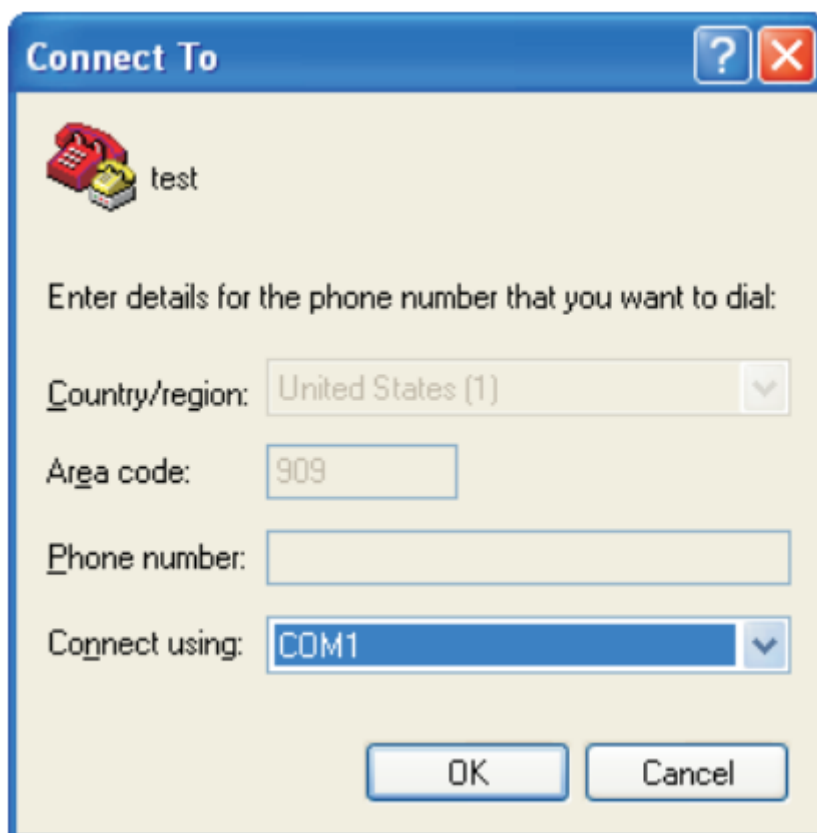

Abbildung 4. Fenster Connect To
4. Es öffnet sich das Fenster Connect To mit der Aufforderung, eine Verbindung herzustellen, wie in Abbildung 4 dargestellt ist. Auf den Pfeil für das Drop-down-Menü neben Connect Using klicken, um die verfügbaren Optionen anzuzeigen.